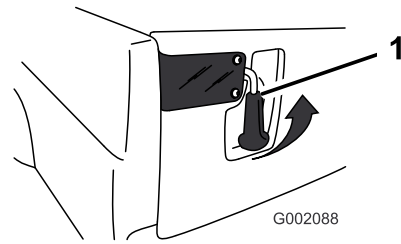

Figure 30
1. Pour déverrouiller le hayon, relevez les poignées de verrouillage (Figure 30). Elles s'écartent alors vers le centre du hayon. Abaissez lentement le hayon.